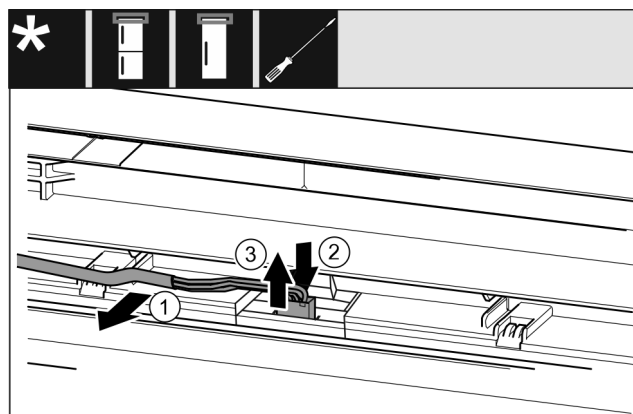

Fig. 24 Combinate frigorifice / Congelatoare / Frigidere*
- Desprindeți cu precauție cablul Fig. 24 (1) din ghidajul din ușă.*
- Apăsăți eclisa Fig. 24 (2) din spatele fișei spre înapoi.*
- Extrageți cu precauție fișa Fig. 24 (3) în sus.*